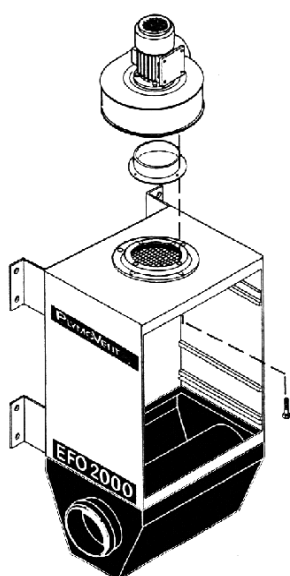

Рис. 8.3
- 8.4. При установке вентилятора на фильтр, отсоедините фланец вентилятора. Установите его на фильтр и соедините вместе фильтр, фланец и вентилятор болтами изнутри корпуса фильтра (см. рис. 8.3).